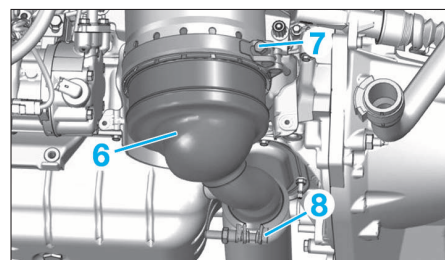

FIG. 72
- Déposer les tubes de pression (4) et (5).
- Déposer le collier (8) (Fig.72).
- Déposer le collier (7), puis extraire le filtre à particules (6).
Positionner la rainure "a" du filtre à particules (6) avec le centre des rainures "b" du précatayseur (9) (Fig.72).